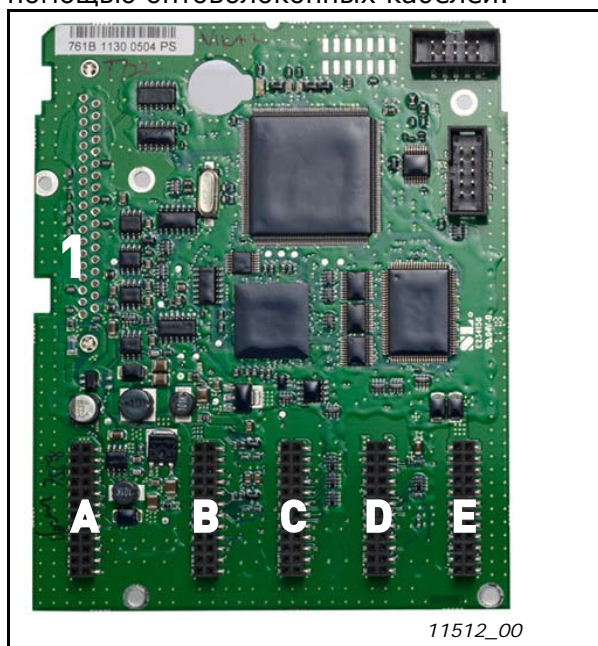

Рисунок 8-1. Плата управления NX
Блок управления преобразователя частоты состоит из платы управления и дополнительных плат, устанавливаемых в пять *параллельных слотов* (A—E), расположенных на плате управления (см. рис. 8-1 и 8-2). Плата управления подключается к блоку питания через разъем типа D (1) или с помощью оптоволоконных кабелей.